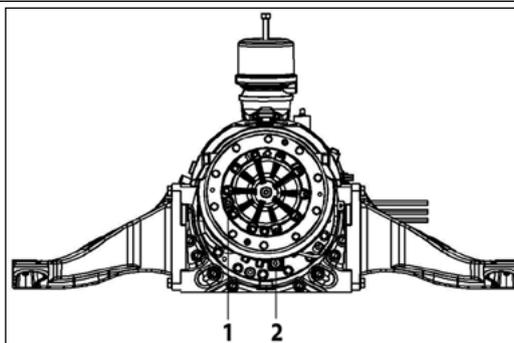

Figura 1-9-4
- *Antes de iniciar a desmontagem, mostrada na Figura 1-9-4, gire o bujão de drenagem de óleo [1] para a posição mais baixa, abra os bujões de drenagem de óleo [1] e [2] e drene o óleo lubrificante na caixa de redução, em seguida, aperte os bujões de drenagem [1] e [2] (antes de apertar, mantenha os bujões limpos e aplique o selante).*